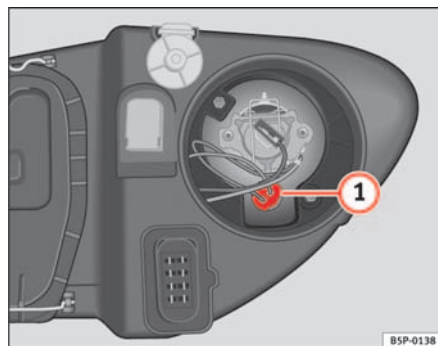

Fig. 180 Luz de población
- Extraiga el portalámparas ⇒ fig. 180 ① hacia fuera.